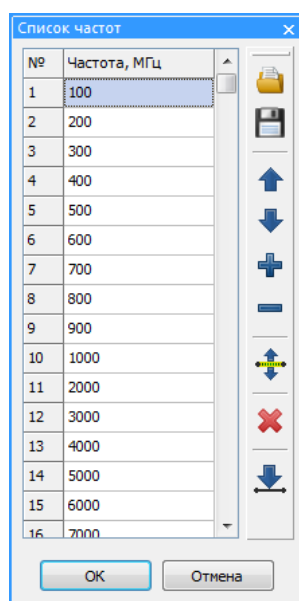

Рисунок 5.1 – Задание списка частот
- Шаг 1.** Задайте частотный диапазон зондирования в панели управления «Частота» (см. п. 4.6.2). Если требуется осуществить сканирование по списку, необходимо установить переключатель «Сканирование по списку» (может быть доступно не для всех режимов измерения) и сформировать вручную (либо загрузить из файла) список частот в соответствующем окне, появляющемся после нажатия кнопки «Список...» (см. рисунок 5.1).